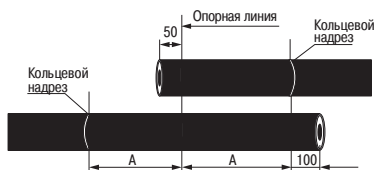

Рисунок 1
4.1 Распрямить и очистить от пыли и грязи концы соединяемых кабелей на длине не менее 1500 мм, закрепить соединяемые концы кабелей в приспособлении для монтажа соединительных муфт внахлест на длине не менее  $2A$  ( $A$  из таблицы 1). По отметкам на кабелях (рисунок 1) выполнить кольцевые надрезы на оболочках кабелей так, чтобы не повредить элементы кабеля под оболочкой. Выполнить продольные надрезы.